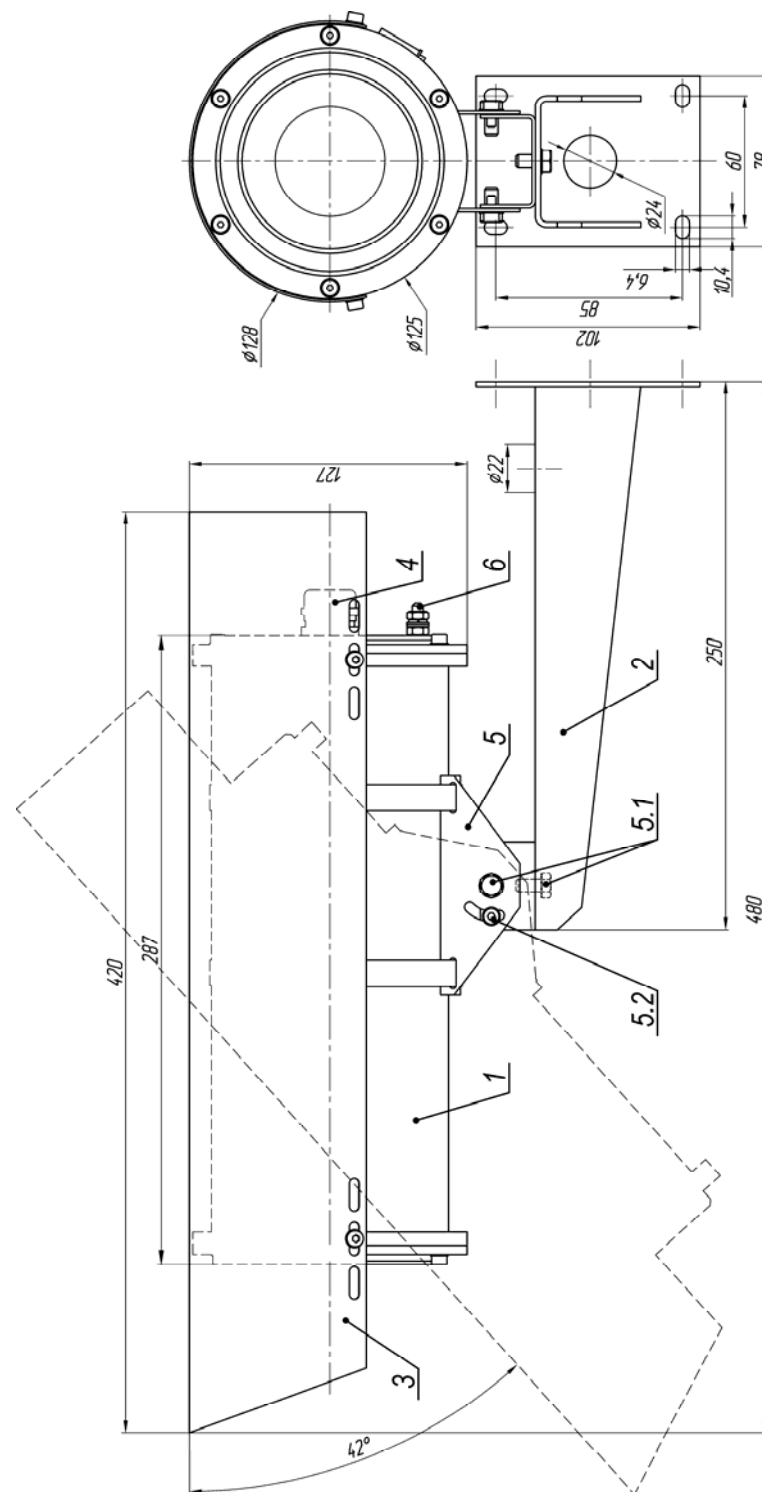

Рис.1 Габаритные и установочные размеры ТВК-194 IP
2. Ослабив болты и винты фиксации шарнира (поз.5.1 и 5.2 рис.1), установить гермобокс на нужное направление обзора, после чего надежно зафиксировать шарнир затянув выше перечисленные болты и винты.
3. Заземлить гермобокс с помощью болта заземления (поз.6 рис.1).
Состав изделия: (см. рис.1)